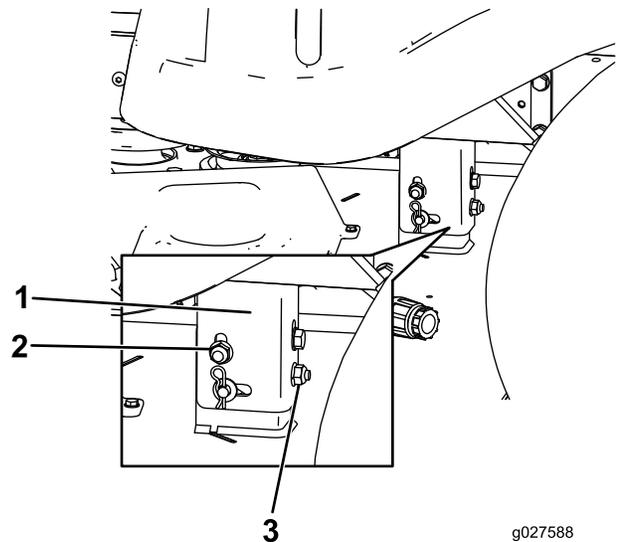

Bild 51
8. Drehen Sie die hintere Mutter, um die linke Seite des Mähwerks anzuheben oder abzusenken. (Bild 51).